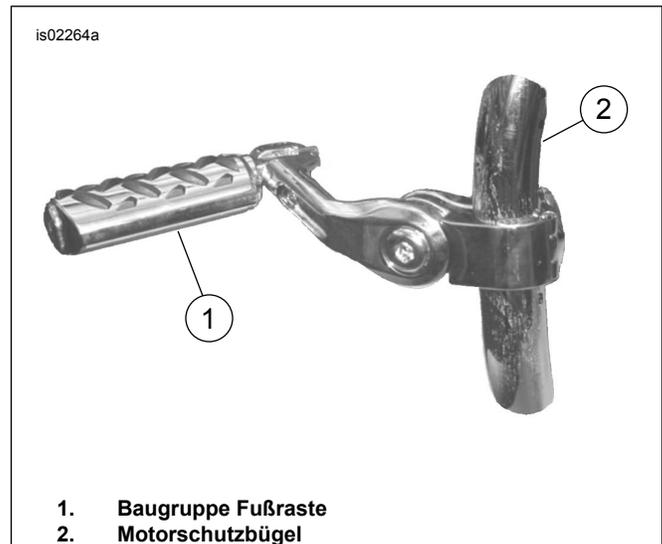
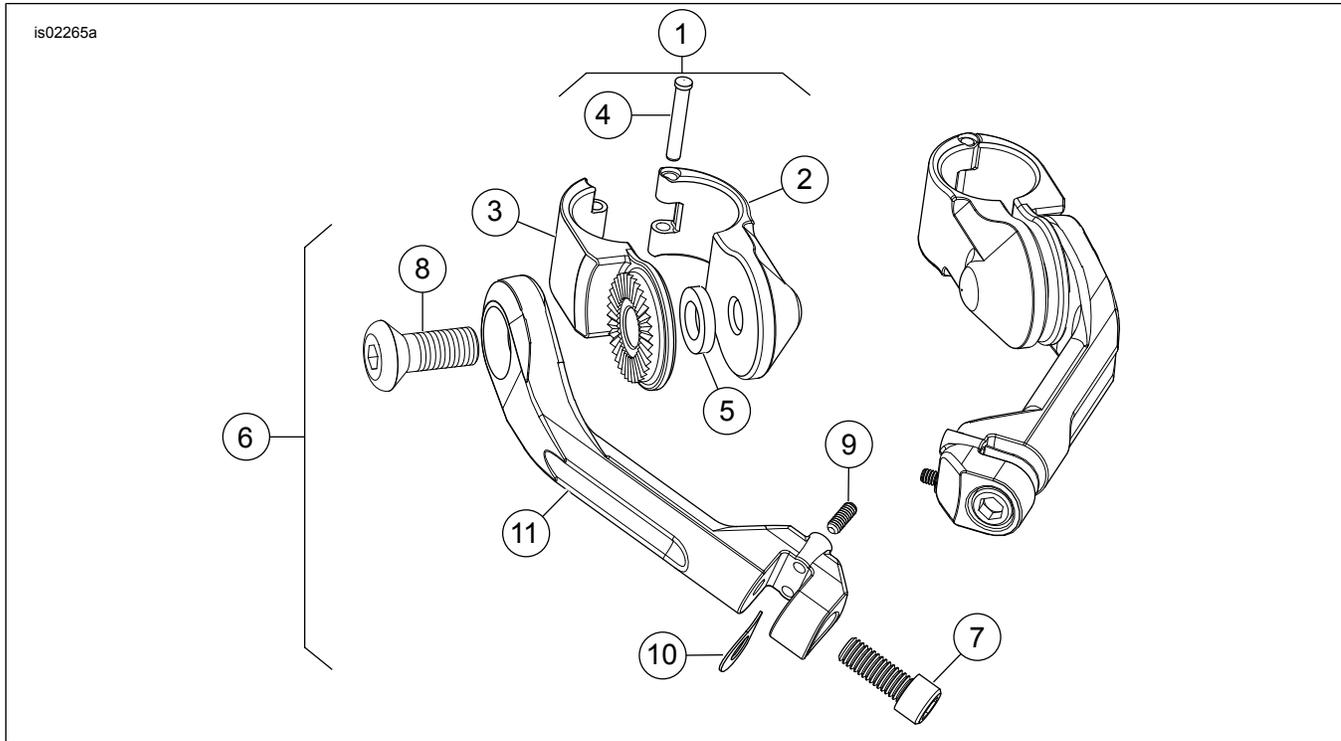

Abbildung 1. Am Motorschutzbügel angebrachte Fußrastenbaugruppe
Abbildung 2. Ersatzteile: Halterungssatz für Motorschutzbügel-Fußrasten
Siehe Abbildung 2 und Tabelle 1.
2. Siehe Abbildung 2. Die Halterungsschelle (1) aus dem Satz nehmen. Die Schellenhälften an der gewünschten Höhe um den Motorschutzbügel herum ansetzen und mit dem Kopf des Scharnierbolzens nach oben befestigen. Die „gezahnte“ Seite der Schelle muss in Richtung Verlängerungsarm zeigen.
3. Unterlegscheibe (5), Schraube (8) und einen der angewinkelten Arme (11) (lang oder kurz, je nach Satznummer) aus dem Satz bereit legen. Den angewinkelten Arm mit der Schraube ausrichten, und die Unterlegscheibe (5) zwischen den „Zungen“ der Schelle einbauen.
4. Siehe Abbildung 1. Den angewinkelten Arm so platzieren, dass die Fußraste nach oben und in Richtung Motorradheck geklappt werden kann. Zu diesem Zeitpunkt nicht vollständig anziehen.
5. Siehe Abbildung 2. Die Fußraste (einzeln erhältlich), D-förmige Federscheibe (10) und Schraube (7) aus dem Satz bereitlegen. Die D-förmige Federscheibe so einbauen, dass sie an der Innenseite der Fußrastenhalterung (Arm) liegt; die Vierkantseite „D“ muss in Richtung Halterungssinnenseite zeigen. Die Unterlegscheibe festhalten, und die Fußraste in die Einbaustellung schieben. Zwei bis drei Tropfen Loctite 243 auf die Schraube auftragen. Die Schraube an der Fußraste anbringen und auf ein Drehmoment von 26 N·m (19 ft·lbs) anziehen.